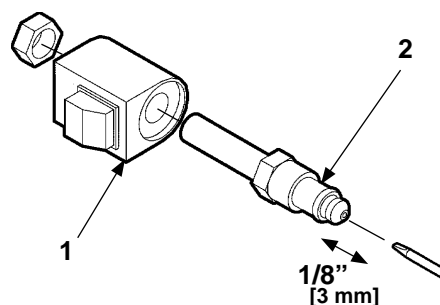

FIG. 34-2
2. Inspeccione el vástago de la válvula al retirar el ensamble de la bobina (**Art. 1, FIG. 34-2**). Con la plataforma en el suelo, desatornille el vástago de la bobina (**Art 2, FIG. 34-2**) fuera de la bomba. Empuje el émbolo que está dentro de la válvula insertando un desarmador pequeño en el extremo. Si el émbolo no se mueve libremente (aproximadamente 1/8" [3 mm]) reemplace el vástago de la válvula. **Reinstale el vástago de la válvula aplicando un torque de 30 lb-in [3.3 Nm] a la tuerca hexagonal.**